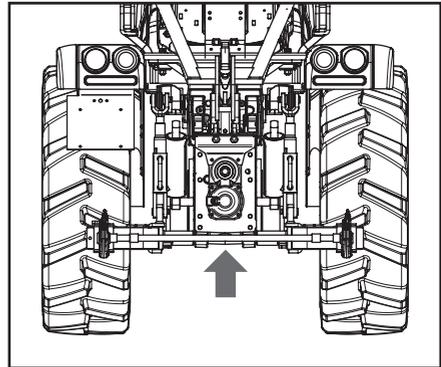

Abb. 6.59
1. Den Ölstab (1), der sich im hinteren Bereich in der Nähe der Kraftheereinheit befindet, herausziehen.
2. Einen Behälter mit geeignetem Fassungsvermögen unter dem Ablassstutzen (Abb. 6.59), der sich im unteren Bereich des Getriebegehäuses befindet, positionieren.
3. Den Deckel des Ablassstutzens (2) entfernen und das gesamte, im Getriebe vorhandene Öl abfließen lassen.